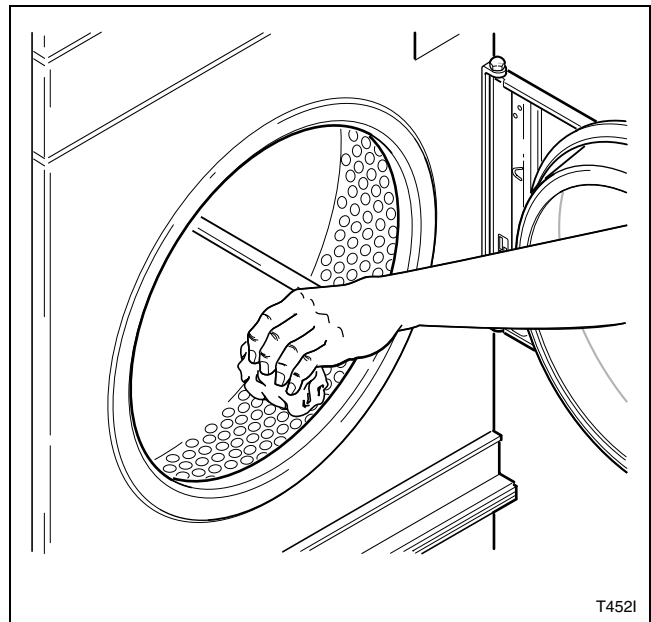

Figura 5
8. Limpie el cilindro con un limpiador o detergente general y una solución de agua. Consulte la Figura 5.